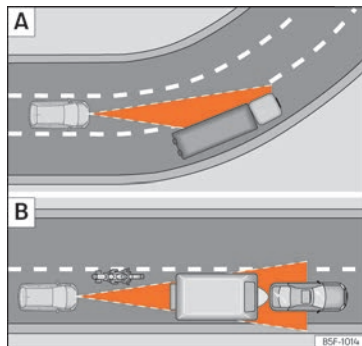

Abb. 172 [A] Fahrzeug in einer Kurve. [B] Vorausfahrender Motorradfahrer außerhalb des Erfassungsbereichs des Radarsensors.
Es ist möglich, dass die ACC das vorausfahrende Fahrzeug in der Kurve nicht erkennt oder die Entfernung mit Fahrzeugen, die sich auf anderen Fahrspuren befinden, einstellt » » **Abb. 172** [A].
- » » **Abb. 172** [B]